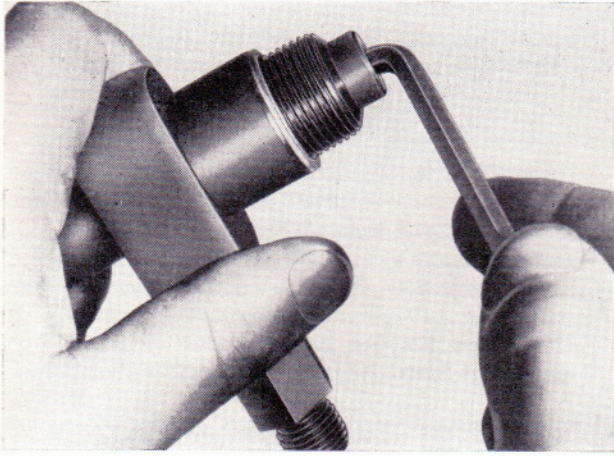

Bild 150
- Die Regulierung des Betriebsöffnungsdruckes erfolgt durch Anziehen bzw. Nachlassen der Druckeinstellkappe (Bild 150).